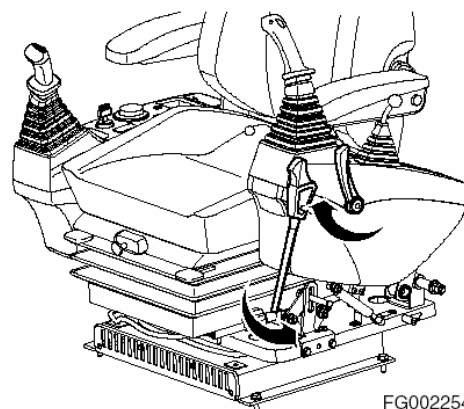

Figura 6
6. Almacene el acoplamiento delantero en la posición "Transporte" y fije la Función Bloquear en la posición "TRANSPORTE". (Figura 6).